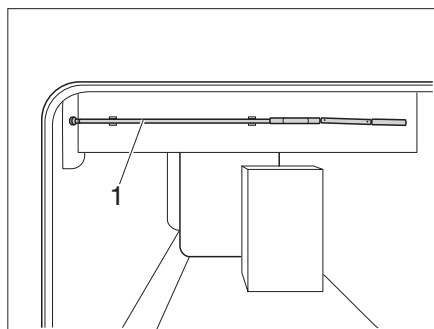

Fig. 135 Manivelle de réglage en hauteur
- Sortir la manivelle (Fig. 135,1) de son support.